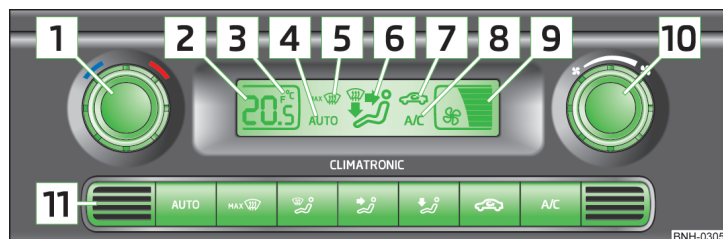

Fig. 83 Elementos de mando del Climatronic
Para **encender** presionar la tecla de símbolo . En la pantalla se muestra el símbolo (pos. **7** » fig. 83 de la página 87).
### Funciones de los elementos de manejo individuales y la visualización en pantalla » fig. 83
El valor ajustado de temperatura se muestra en la pantalla (pos. **2** » fig. 83).
En la pantalla aparecerán los datos en la unidad de medida deseada de la temperatura (pos. **3** » fig. 83).
El número de revoluciones ajustado para el ventilador se muestra en la pantalla con el número pertinente de segmentos (Pos. **9** » fig. 83).
Para **encender** presionar la tecla **AUTO**. En la pantalla se muestra **AUTO** (pos. **4** » fig. 83).
- No cubra con adhesivos ni tape el sensor de la temperatura del habitáculo **11** » fig. 83; de lo contrario, esto podría influir negativamente sobre el Climatronic.